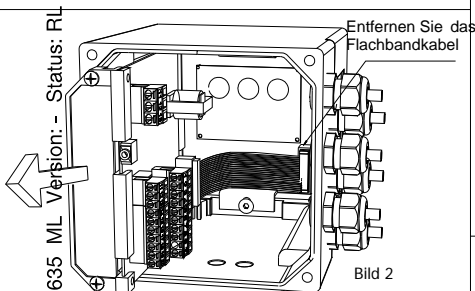

Bild 2
- ❑ Heben Sie die Platine hoch, lösen das Flachbandkabel von der Anzeige (Bild 2) und nehmen Sie die Platine vollständig aus dem Kasten